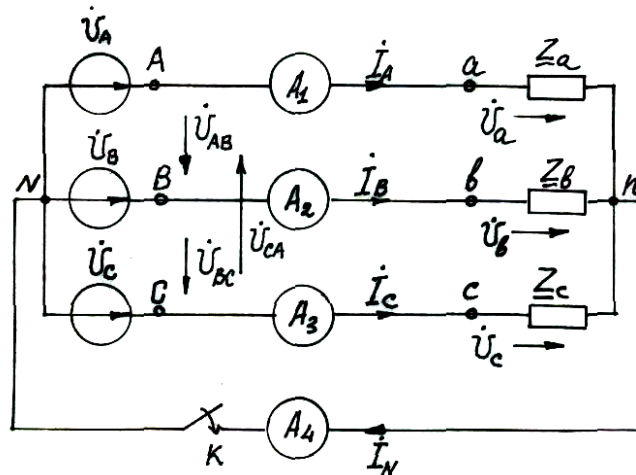

Рис. 3.5
4. Составить и изобразить расчетную схему цепи, включив в нейтральный и линейные провода амперметры (см. рис. 3.5). На схеме показать все величины в комплексной форме с учетом того, что концы фаз приемника x, y, z объединены в нейтральную точку n и на схеме не показаны.
5. Рассчитать нормальный режим работы цепи (ключ К на рис. 3.5 замкнут). Определить показания амперметров и рассчитать мощности фаз приемника: активные, реактивные и полные. Построить топографическую векторную диаграмму токов и напряжений на комплексной плоскости с соблюдением масштабов, показом углов сдвига  $\varphi_a$ ,  $\varphi_b$ ,  $\varphi_c$  и графического построения вектора  $\dot{I}_N = \dot{I}_A + \dot{I}_B + \dot{I}_C$ .
6. Рассчитать режим работы при обрыве нейтрального провода (ключ К на рис. 3.5 разомкнут). Определить показания амперметров и рассчитать активные, реактивные и полные мощности приемников. Построить топографическую векторную диаграмму, сохранив масштабы, выбранные в предыдущем пункте. (Этот пункт выполняют студенты только специальности УПП).
**Схема «звезда без нейтрального провода».** При разомкнутом нейтральном проводе (ключ К в схеме на рис. 3.5 разомкнут) искажается система фазных напряжений на приемнике.